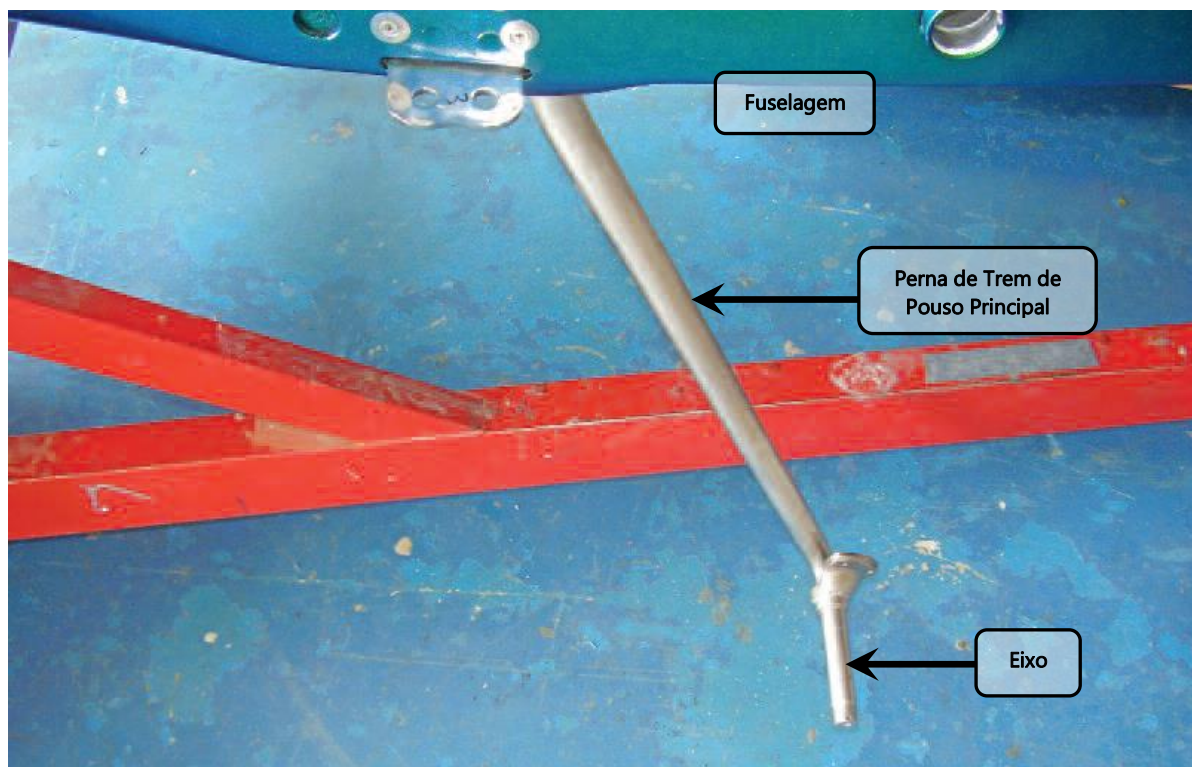

Figura 32.10.7 – Eixo da Perna de Trem de Pouso Principal
5. Verificar se o eixo da estrutura, mostrado na figura 32.10.7, esta apontando para fora da fuselagem